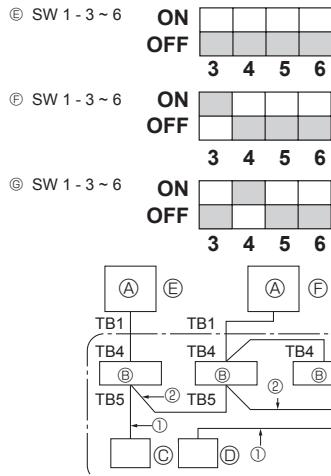

Fig. 9-1
9. Het systeem controleren (Fig. 9-1)
| 9. Sistema de control (Fig. 9-1) | 16 |